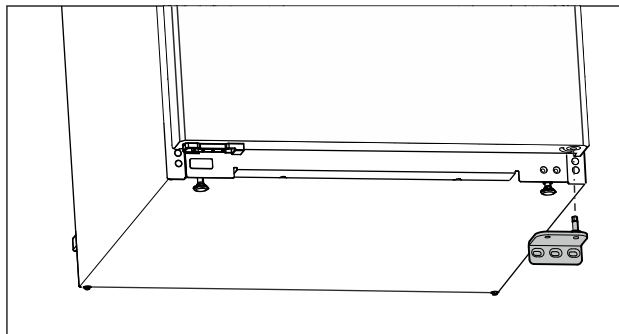

Fig. 13
- Odoberte ložiskovú konzolu smerom nadol. (pozri Fig. 13)